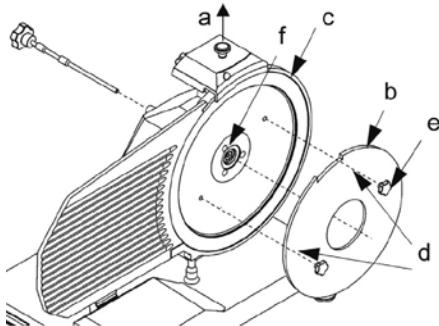

Fig. 7 – Installazione dello strumento di plexi (b) per rimuovere la lama
Per lavare la lama dall'altra parte si deve rimuoverla (vedere Fig. 7).
- rimuovere la protezione della lama (vedere fig. 7);